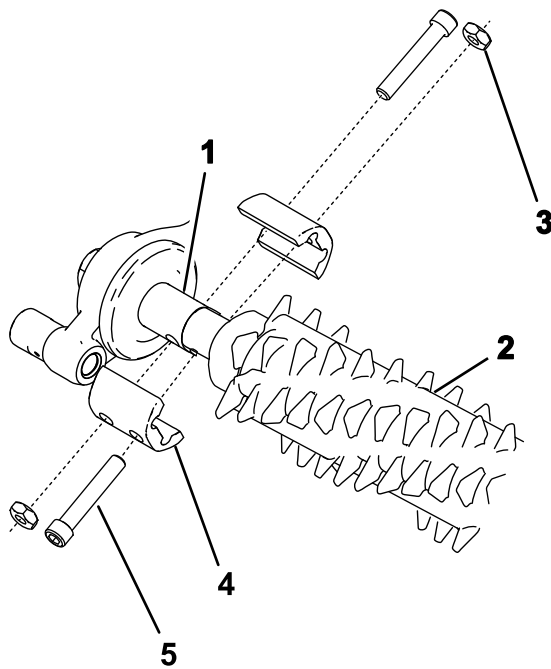

图15
2. 将疏草刀组件与疏草刀驱动箱驱动短轴和总轮总成对齐（图15）。
3. 如图15所示，用 4 个螺栓（ $\frac{1}{4} \times 1\frac{1}{2}$ 英寸）、4 个锁紧螺母和 4 个轴夹将疏草刀固定到机器。